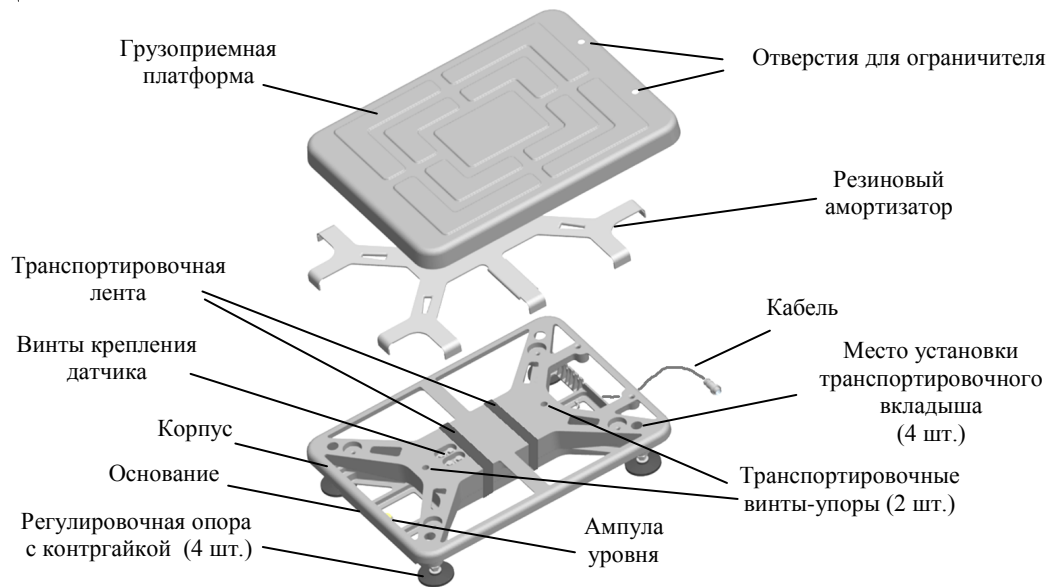
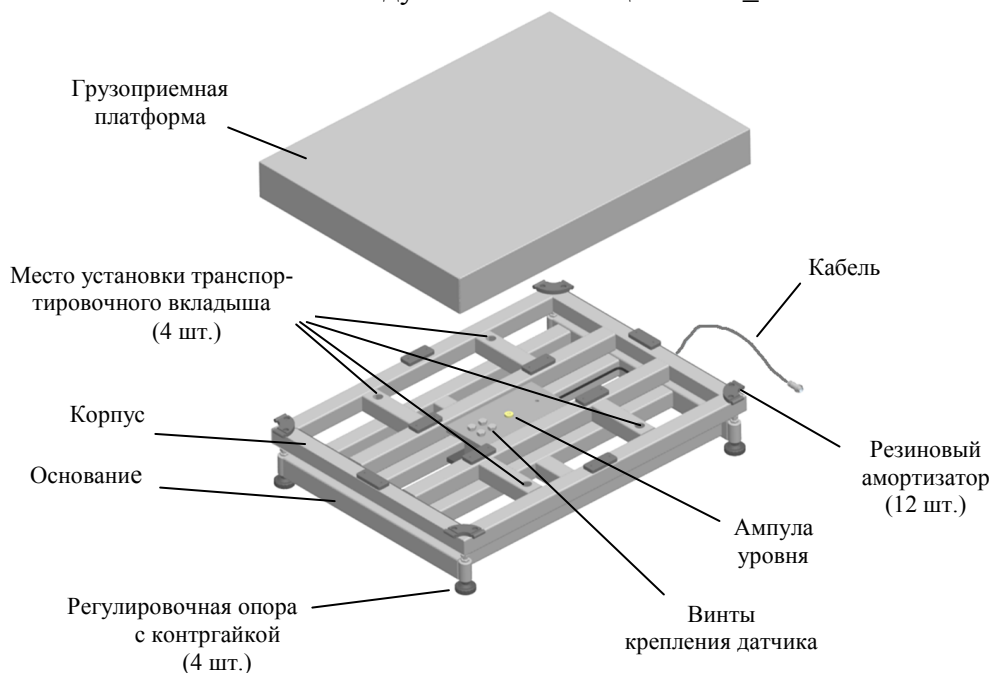

Рис. 4.1 - Модуль взвешивающий ТВ-S\_
Рис. 4.2 - Модуль взвешивающий ТВ-M\_
5.2 Снять грузоприемную платформу. Вынуть транспортировочные вкладыши (Рис. 4.1, Рис. 4.2).
5.5 Установить весы на твердой ровной поверхности. При помощи регулировочных опор выставить весы по ампуле уровня таким образом, чтобы пузырек воздуха находился в центре ампулы. При необходимости, затянуть контргайки регулировочных опор (Рис. 4.1, Рис. 4.2).